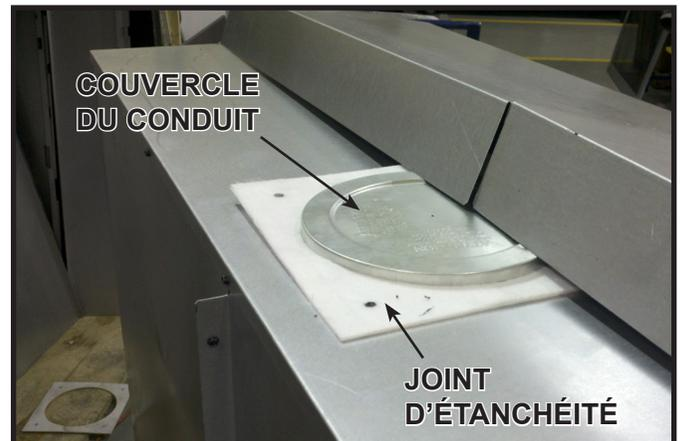

Figure 6.2 Emplacement du couvercle du conduit et du joint d'étanchéité
2. Retirez le couvercle du conduit du sommet de l'appareil en retirant une vis, laquelle est incluse, afin de prévenir l'intrusion du matériel de construction dans l'appareil. Retirez le couvercle du conduit lorsque la phase d'installation du tuyau commence. Voir la figure 6.2.